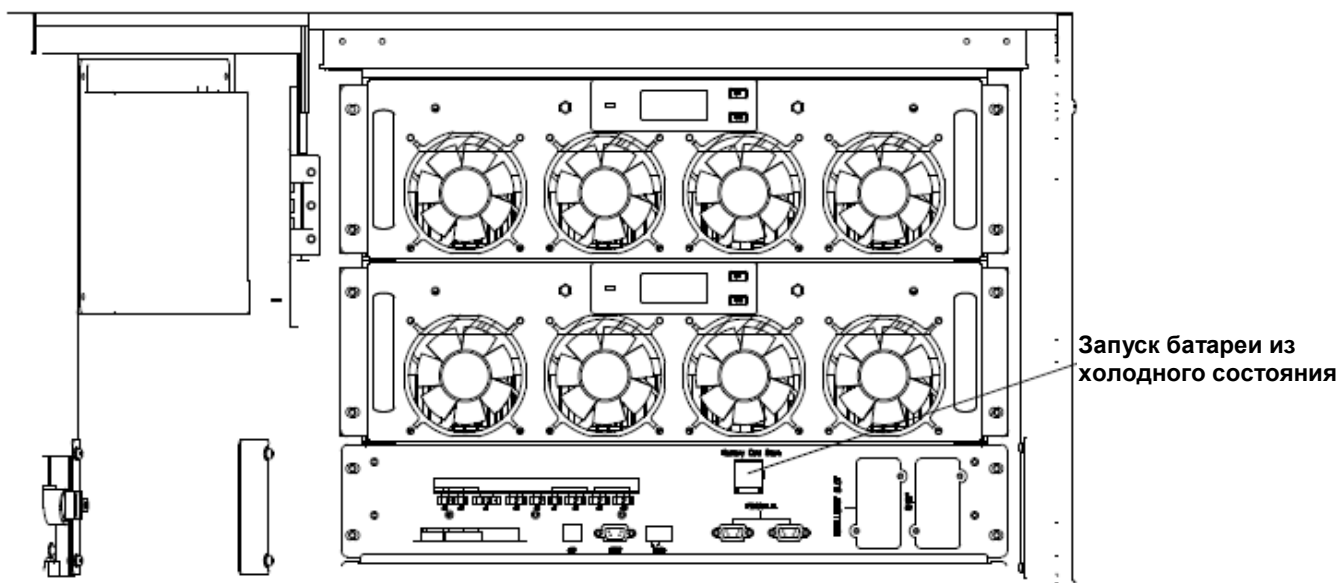

Рис.4-1 Положение кнопки запуска батареи из холодного состояния
2. Для запуска батареи из холодного состояния нажмите на красную кнопку (как это показано на Рис. 4-1). После этого система переходит в режим питания от аккумуляторной батареи.